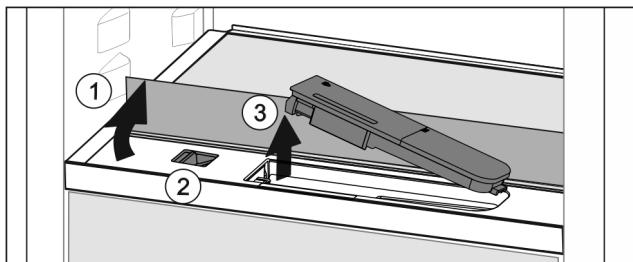

Fig. 119
- Поднять стеклянную панель и откинуть до упора назад Fig. 119 (1).
- Сдвиньте ползунок Fig. 119 (2) влево.
- Вынуть бак для воды Fig. 119 (3).